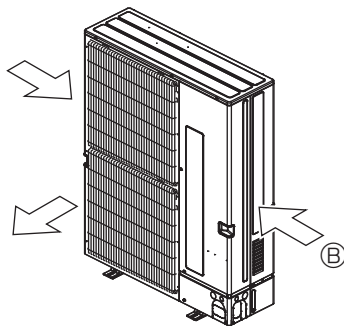

Fig. 2-17
② Jeśli to możliwe, należy tak ustawić jednostkę zewnętrzną, aby kierunek wylotu powietrza był prostopadły do kierunku wiatru w danej porze roku. (Fig. 2-17).